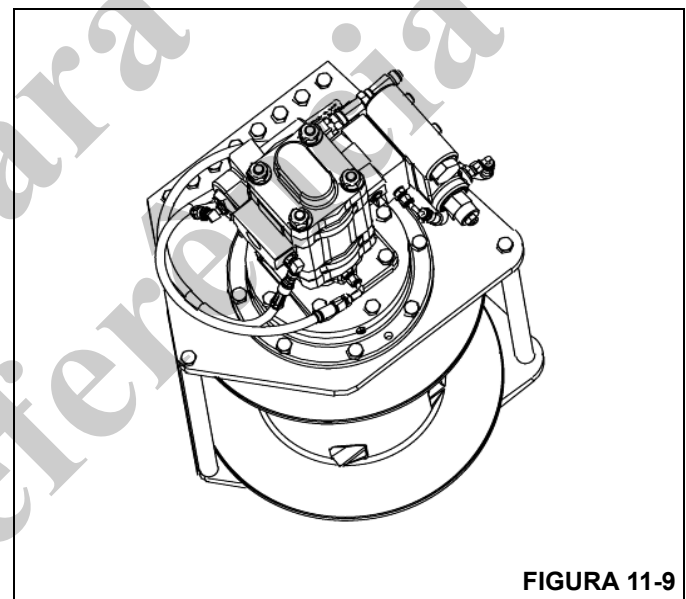

FIGURA 11-9
1. Coloque o guincho em pé, sobre sua extremidade, com o motor voltado para cima. Coloque calços sob a placa lateral, de forma que o guincho não fique apoiado no eixo (Figura 11-9).